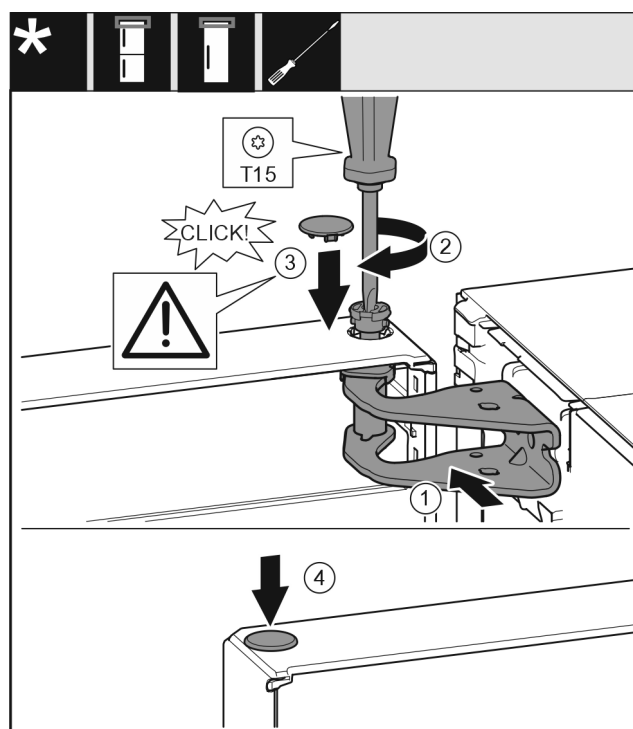

Fig. 23
- Orientar la parte superior de la puerta respecto a la apertura del soporte de apoyo. Fig. 23 (1)
- Inserte el perno Fig. 23 (2) y apriételo con un destornillador.
- Monte la cubierta de seguridad Fig. 23 (3) para asegurar la puerta: Introduzca la cubierta de seguridad y compruebe que se apoya en la puerta. De lo contrario, inserte los pernos completamente.
► Inserte el tapón Fig. 23 (4).